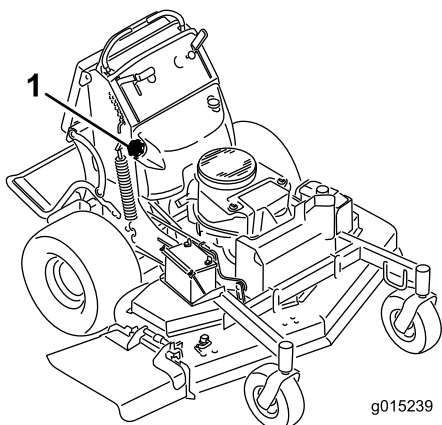

Figura 49
5. Servendovi della pompa a mano, travasate il carburante in una tanica pulita adatta (Figura 49).